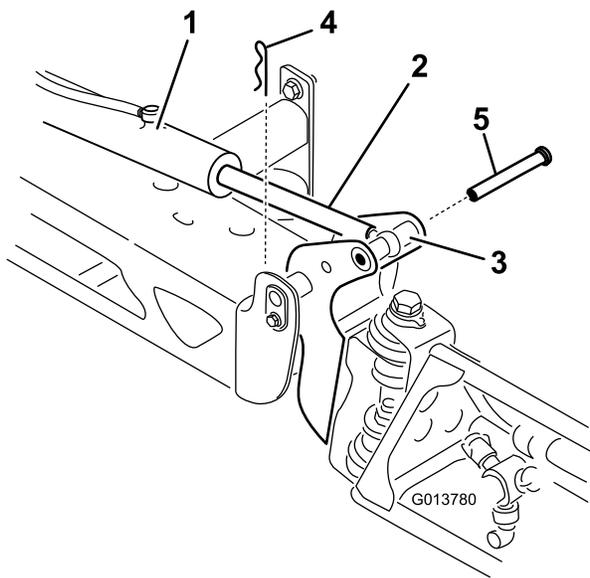

Figura 69
2. Retire la chaveta del pasador (Figura 69).
3. Eleve la sección, retire el pasador, y baje la sección lentamente al suelo (Figura 69).
7. Sujete la sección de fumigación, e introduzca el pasador a través del pivote del brazo y del émbolo del actuador (Figura 69).